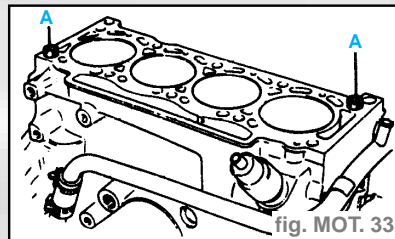

fig. MOT. 33
- la culasse, celle-ci est centrée par deux douilles (**A**) (fig. MOT. 33).